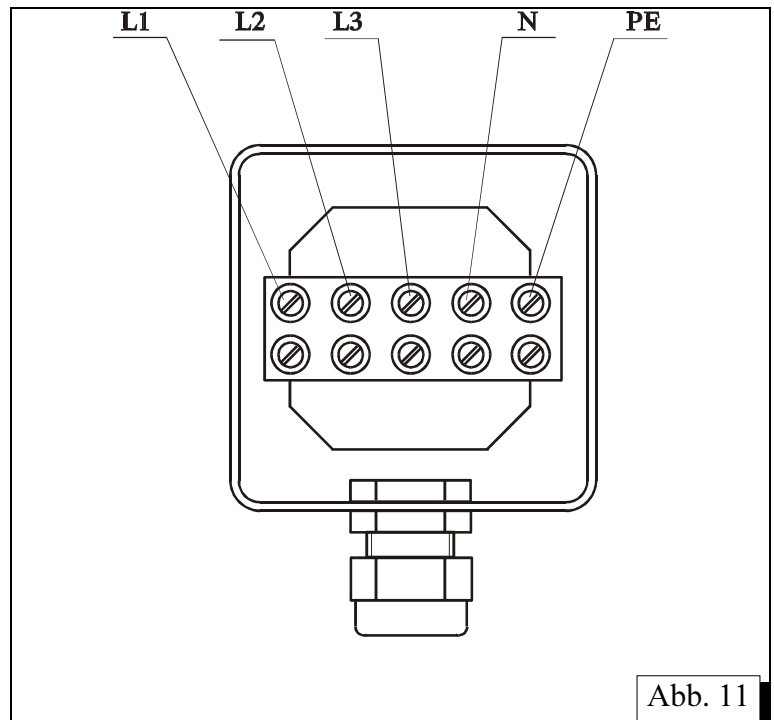

Abb. 11
- Branchez le câble d'alimentation aux bornes respectives de la zone d'entrée (L1, L2, L3, N, PE)/fig. 11/.